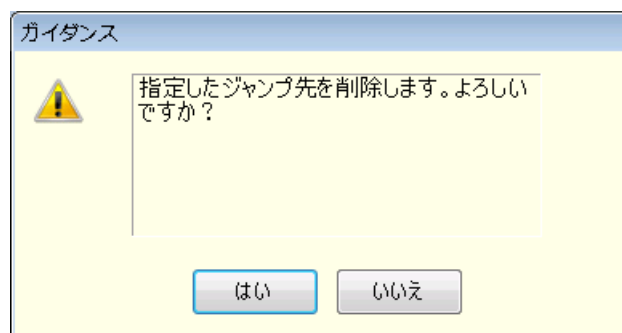

図6-8 ステップ削除の確認ダイアログ
- ジャンプ先やブランチステップに設定されているステップを削除した場合は，図 6-8 のようなダイアログが表示されます。**はい**を選択するとステップが削除され，ジャンプ先やブランチステップは，ステップ番号 0 に自動更新されます。**いいえ**を選択すると，ステップの削除はキャンセルされます。